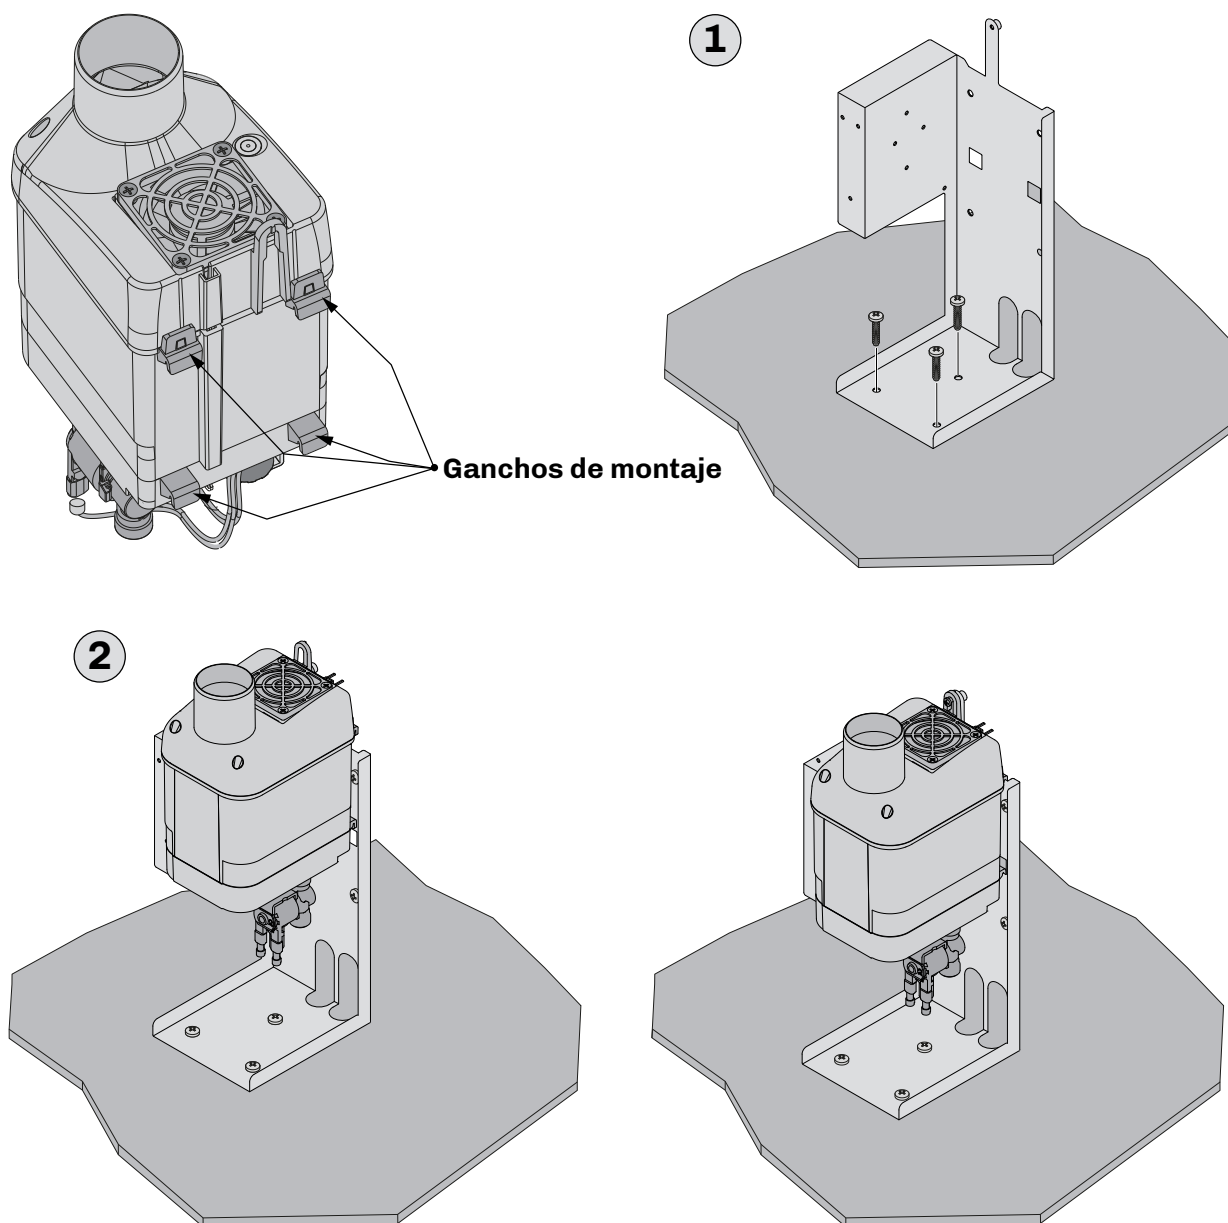

Fig. 10. Instrucciones de montaje de la caja sobre la base de apoyo
- Fijar la caja en la base siguiendo las instrucciones de la imagen "**FIG. 10. INSTRUCCIONES DE MONTAJE DE LA CAJA SOBRE LA BASE DE APOYO**" A PAGINA 22 y las medidas de los orificios y de la caja indicadas en el punto "**4.3.2 DIMENSIONES MISTRAL CON CAJA**" A PAGINA 15 (1);
- Enganchar el humidificador **Mistral** en la caja asegurándose de que quede bien fijado (2);